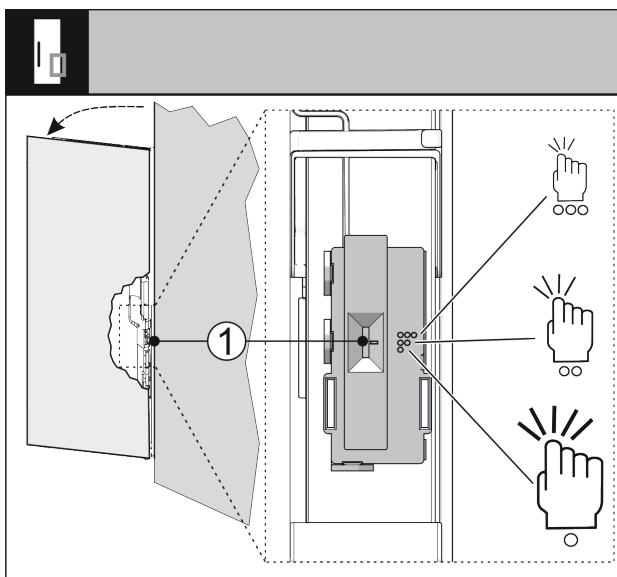

Fig. 71
Stuksenimo signalo jautrumą galite nustatyti jungikliu Fig. 71 (1). Jungiklis yra lankstų pusėje, apatiniame durų trečdalyje.
- ▶ Perstumkite jungiklį Fig. 71 (1) į norimą jungiklio padėtį.